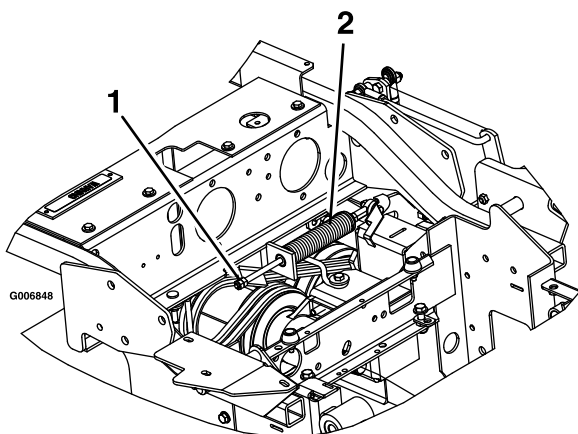

Figura 68
3. Localice el muelle del freno y desenrosque las 2 contratueras hasta el extremo de la varilla del muelle del freno (Figura 68).